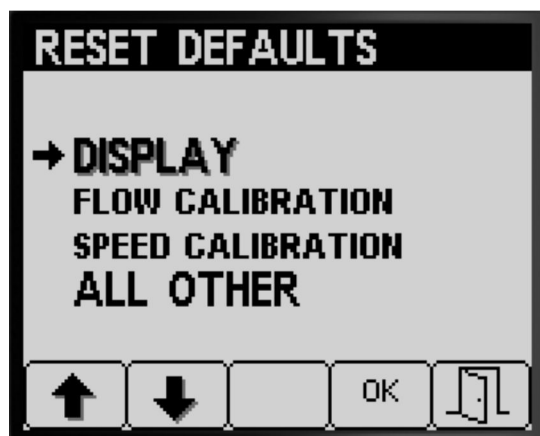

図 35
4. ボタン 4 で選択した項目をリセット 図 35。
5. 他にもリセットしたい項目があれば、ステップ 3 と 4 を繰り返す 図 35。
6. ボタン 5 を押すと設定を保存してデフォルトにリセット設定画面を終了し、設定画面に戻る 図 35。